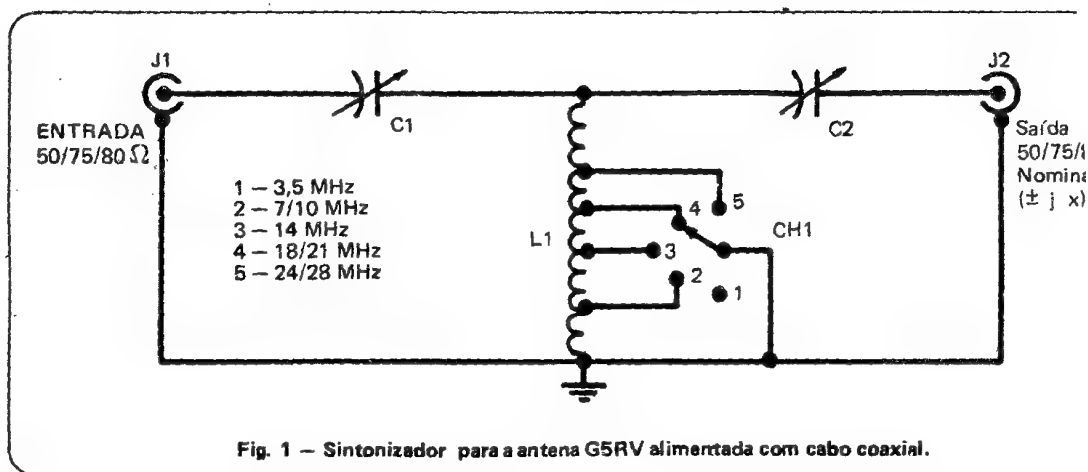

Fig. 1 — Sintonizador para a antena G5RV alimentada com cabo coaxial.
Como vimos, se ligarmos uma antena de 100 ohms a uma linha de descida (no exemplo cabo coaxial de 50 ohms), à medida que fomos aumentando o comprimento dessa linha iremos diminuindo o valor da impedância que aparece na outra ponta, até que, quando o comprimento for de 1/4 de onda, encontraremos 25 ohms. A partir daí, se continuarmos a aumentar o comprimento do cabo, a impedância começará a aumentar até chegar novamente aos 100 ohms, o que ocorrerá quando o cabo tiver dois quartos de onda, ou seja 1/2 onda. Aumentando ainda mais, a impedância voltará a diminuir e chegará outra vez aos 25 ohms quando o comprimento do cabo for de 3/4 de onda, chegando mais uma vez aos 100 ohms, ao "esticarmos" o cabo até 4/4 de onda, equivalente a duas vezes meia onda, ou seja, uma onda completa. A Fig. 1 ilustra bem este fato.
Fig. 1 — Este gráfico — derivado da equação (1) apresentada no texto demonstra por que muitos pensam ser possível “dirigir a estacionária” do sistema de antena mediante “ajustes” no comprimento da linha de alimentação. Nele está ilustrado o comportamento de uma linha utilizando cabo coaxial com impedância característica de 50 ohms, terminada com uma carga resistiva de 100 ohms, e, conseqüentemente, “descasada” com o cabo. Observa-se que a impedância refletida (Z) na outra extremidade do cabo varia entre um máximo de 100 e um mínimo de 25 ohms, dependendo do comprimento em que for “cortado”. Assim, se o cortarmos em  $1/8$  ou em  $3/8$  de onda, a impedância refletida será de 50 ohms — ou seja, a apropriada para a maioria dos transmissores. Todavia, na realidade, a carga (ou antena) de 100 ohms, continuará descasada de 2:1 em relação ao cabo, embora um refletômetro intercalado, na outra extremidade, entre a linha e o transmissor, irá indicar r.o.e. aparentemente “ideal” de 1:1. Observações: 1) se a linha de transmissão for terminada com carga idêntica à sua impedância característica de 50 ohms, em qualquer ponto da extensão da linha a impedância refletida será dos mesmos 50 ohms — ou seja, um casamento perfeito entre a carga (antena), a linha e o transmissor; 2) nos pontos em que a linha tiver comprimento igual a múltiplos pares de  $1/4$  de onda ( $1/2$  onda,  $1$  onda etc.), a impedância refletida será sempre idêntica àquela apresentada pela carga; isto explica por que, durante ajustes de antenas, é conveniente utilizar linha com comprimento que seja múltiplo par de  $1/4$  de onda, pois o que se ler “cá em baixo” será exatamente o valor que estiver “lá em cima”.